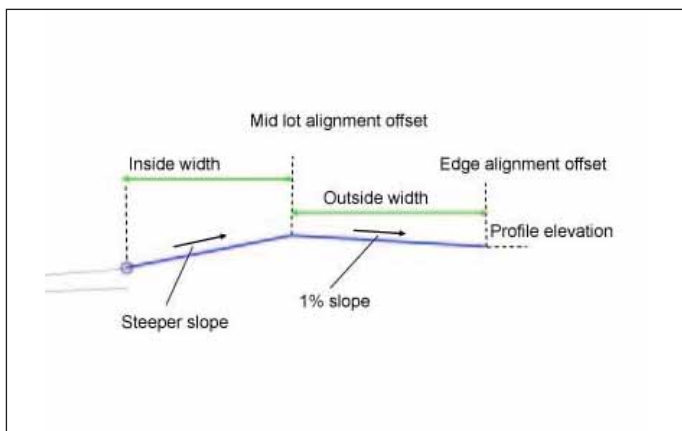

Рис. 26
- *LotGrade* — узел используется для задания уклонов для участков, расположенных справа от дороги (рис. 26);